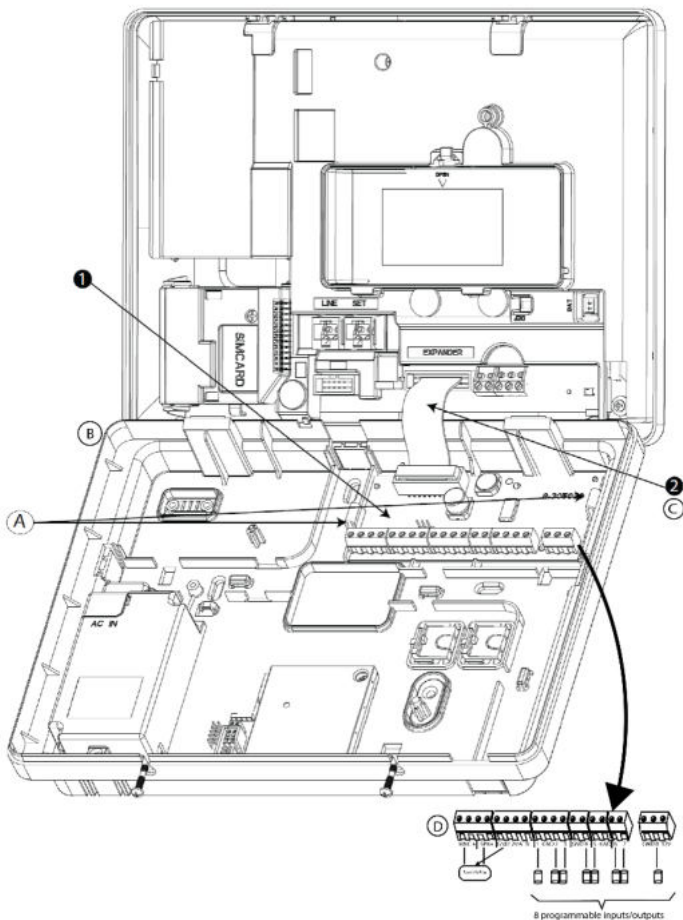

Figura 2.1 - Montaggio e cablaggio del modulo Expander ioXpander-8
1. Premere il basso sul modulo Expander tra le due clip per inserire il modulo nel pannello posteriore. Per identificare le clip, vedere la Figura 2.1 (A).